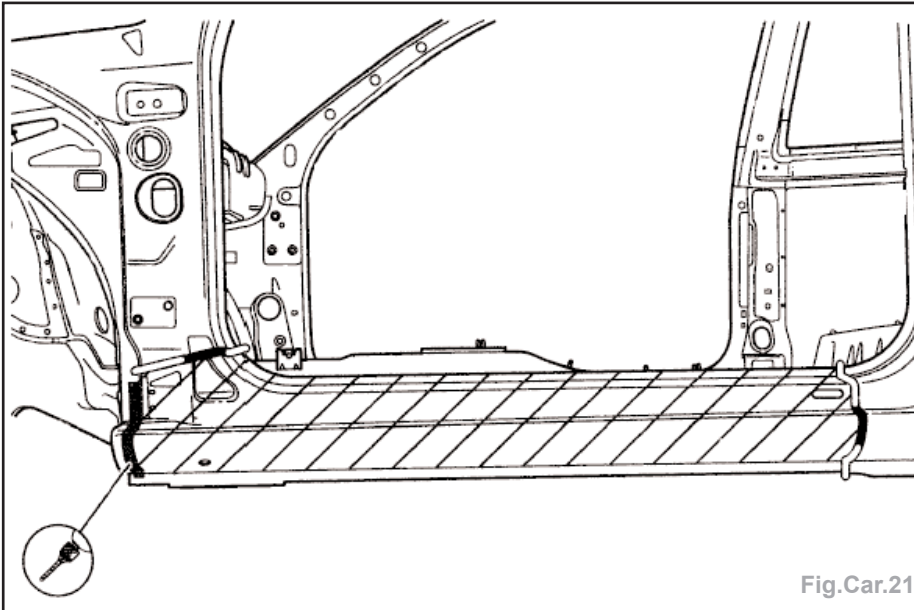

Fig.Car.21
- tracer les lignes de coupe du bas de caisse en fonction de la zone endommagée (Fig.Car.21),